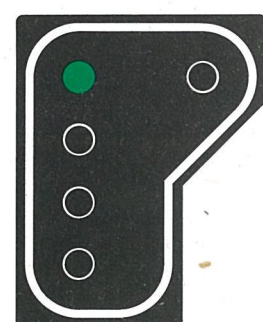

Fig. 3
- **vert** : le signal suivant est également ouvert et n'impose pas de ralentissement (fig. 3).
Feu principal vert : tension **négative** (fig. 3). Un coup de gong signifie au conducteur qu'il peut continuer sans se poser d'autre question. Dans les locomotives et rames automotrices équipées du système memor, le coup de gong est remplacé par un feu blanc sur le tachymètre.